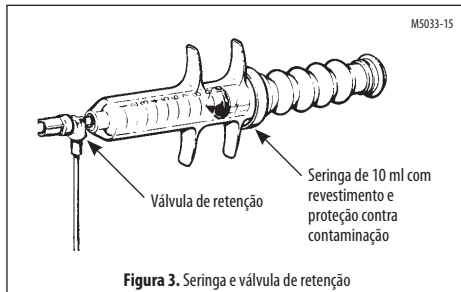

Figura 3. Seringa e válvula de retenção
1. Ligue a seringa de 10 ml à válvula de fluxo/ retenção (Figura 3).